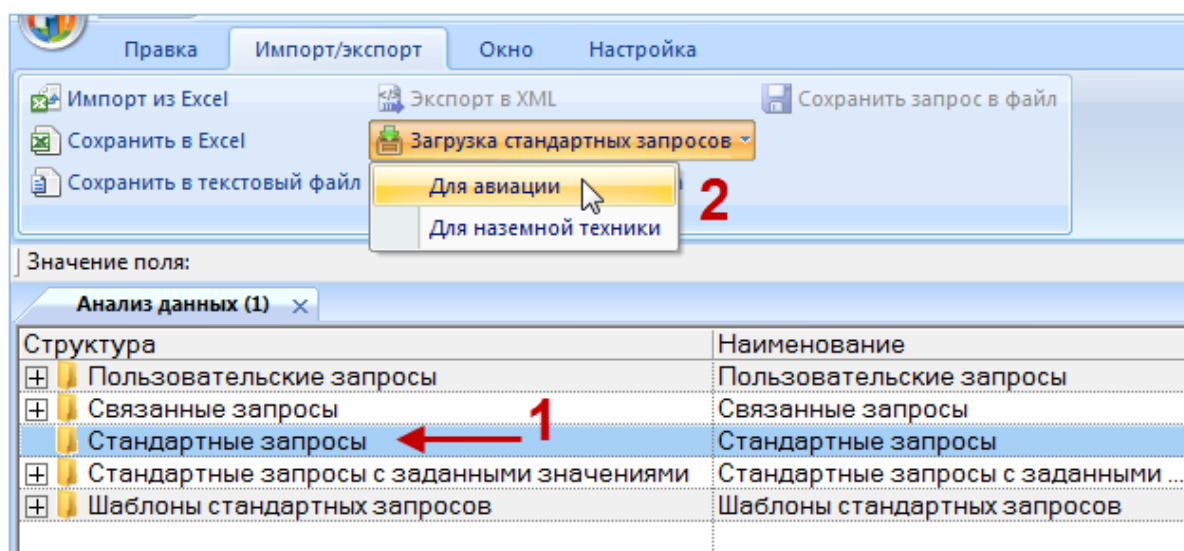

Рис. 7-1 – Загрузка стандартных запросов
2) Выбрать папку, в которую необходимо загрузить запросы (рис. 7-1).